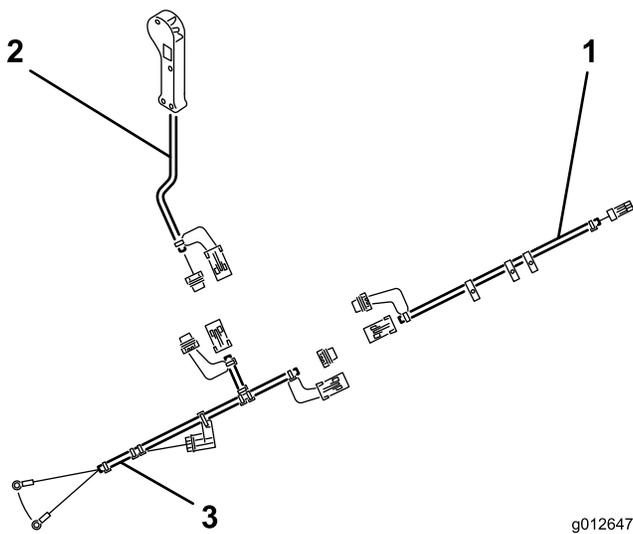

Рисунок 6
1. Подключите жгут проводов пескоразбрасывателя к разъему электромагнитного клапана пескоразбрасывателя (Рисунок 6).